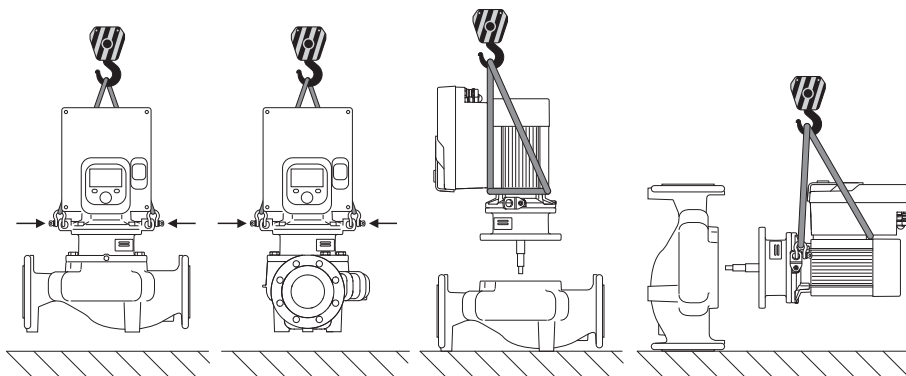

Fig. 6: Напрямок підймання одинарного насоса
Транспортувати насос потрібно за допомогою призначених для цього вантажозахоплювальних засобів (поліспаст, кран тощо). Вантажозахоплювальні засоби слід кріпити до спеціальних транспортувальних вушок на фланці двигуна. Підймальні петлі за потреби треба зсунути під проміжну пластину (Fig. 6/7). Захистіть насос від перекидання.
2. Для безпеки закріпити вставний модуль (Fig. 4) необхідними підйомними пристроями за транспортувальні вушка. Щоб вузол не перекинувся, закріпити двигун і адаптер електронного модуля ремнем, як показано на Fig. 6. Під час закріплення не допускати пошкодження електронного модуля.